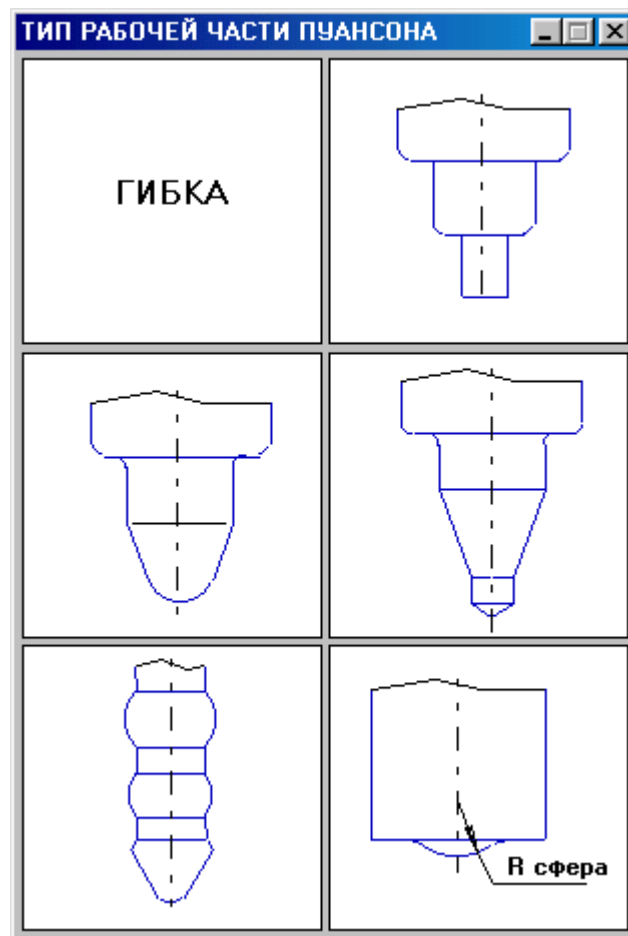

Рисунок 1.69 – Слайдове меню типу робочої частини пуансона
- потім зі слайдового меню (рис. 1.69) вибирається тип робочої частини пуансона. У системі КОМПАС-ШТАМП можна спроектувати такі типи формотворних пуансонів: для гнуття, формування, відбортування круглих отворів різного типу (пробивання з одночасним відбортуванням, відбортування без потоншення матеріалу отворів малого й великого діаметра, відбортування з потоншенням матеріалу). Для інших формозмінних операцій можна використати один із цих типів, який найбільш підходить за видом для пуансона, що проектується.